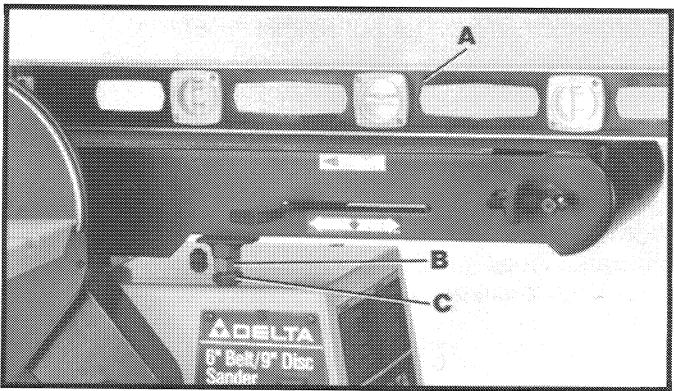

Fig. 24
- Coloque un nivel (A) sobre la correa de lijado, y verifique que el brazo esté nivelado, como lo ilustra la Fig. 24.
- Si resulta necesario efectuar un ajuste, afloje la tuerca de cierre (B) Fig. 24 y gire el tope del brazo de lijado (C) hacia adentro o afuera hasta que el brazo de lijado quede nivelado. Apriete entonces la tuerca de cierre (B).